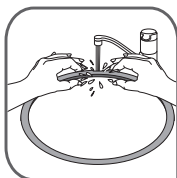

fig 18
- En cas de difficulté pour ouvrir le produit : passer le joint sous l'eau et le remettre dans le couvercle sans l'essuyer - fig 18 et en veillant à bien le placer sous les encoches du couvercle - fig 14.
- En cas de difficulté pour fermer le produit : passer le joint sous l'eau et le remettre dans le couvercle sans l'essuyer - fig 18 et en veillant à bien le placer sous les encoches du couvercle - fig 14.